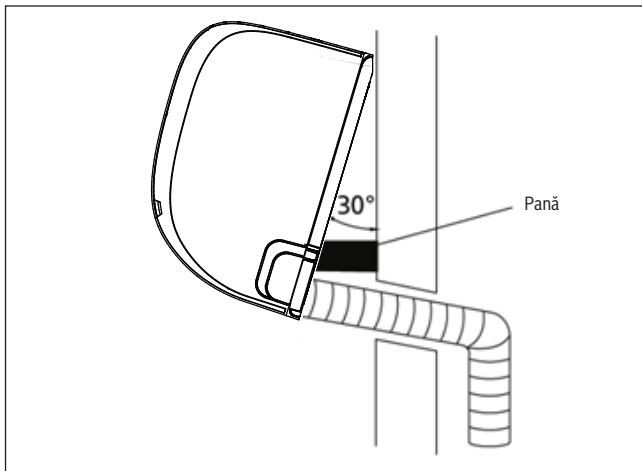

Fig. 18.
2. Folosiți o siguranță sau o pană pentru a propti unitatea, lăsând destul loc pentru a conecta tubulatura agentului frigorific, cablul de semnal și furtunul de evacuare. Pentru a vedea un exemplu, consultați **fig. 18**.